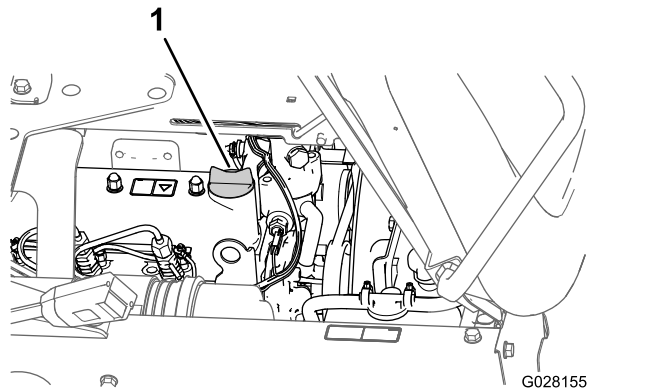

Рисунок 72
5. Снимите крышку маслозаливной горловины с крышки клапанного механизма двигателя и медленно залейте примерно 80% указанного количества масла в заливную горловину (Рисунок 72).
8. Установите крышку маслозаливной горловины (Рисунок 72).